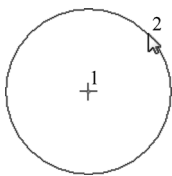

图 2-13 通过“圆心和点”绘制圆
2) 使用鼠标在绘图区域单击一点作为圆心, 然后移动鼠标光标单击另外一点作为圆周上的一点, 如图 2-13 所示, 从而完成绘制一个圆。